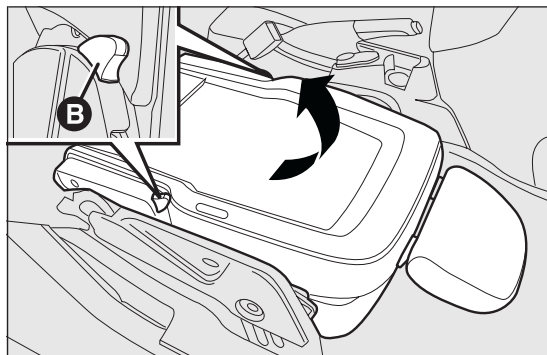

fig. 20
- ☐ agire sulle leve B fig. 20 e sollevare ulteriormente il sedile verso l'alto.